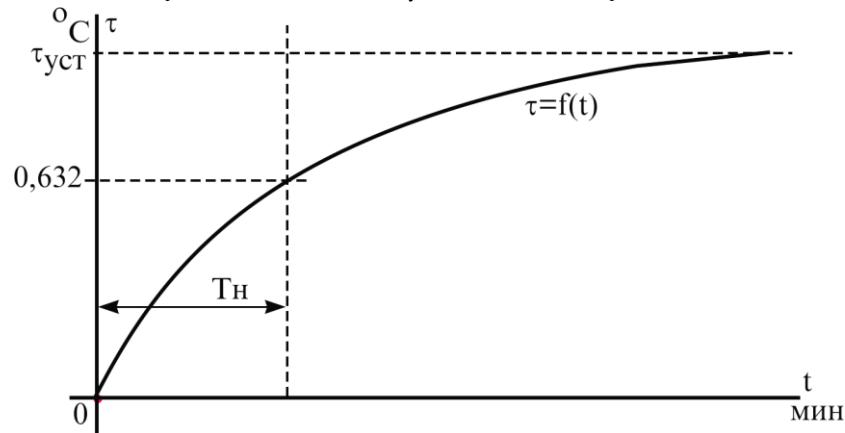

Рисунок 12.3. Кривую нагрева электродвигателя
2.4.2. Время, соответствующее $\tau = 0,632\tau_{уст}$, соответствует величина T_h (рис.12.3).